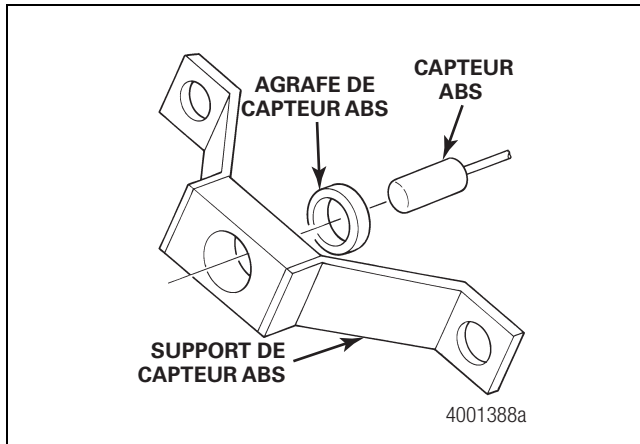

Figure 3.17
8. Séparer à la main le capteur ABS de l'agrafe et du support de capteur ABS. Figure 3.17.